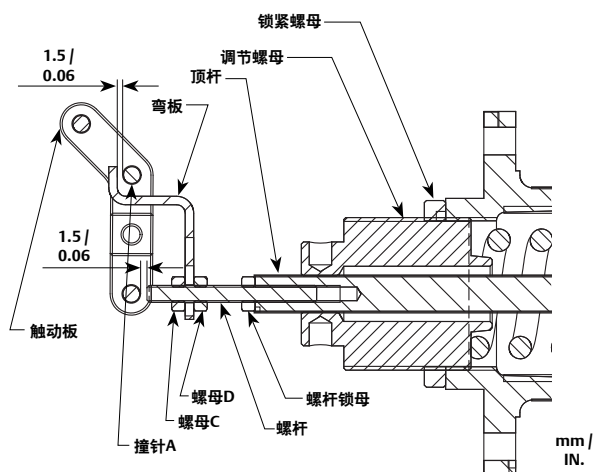

图12.
2. 排空传感器内的压力，然后旋入调节螺母，压缩调节弹簧，直至螺杆与撞针B（见图12）之间的距离不再增加；